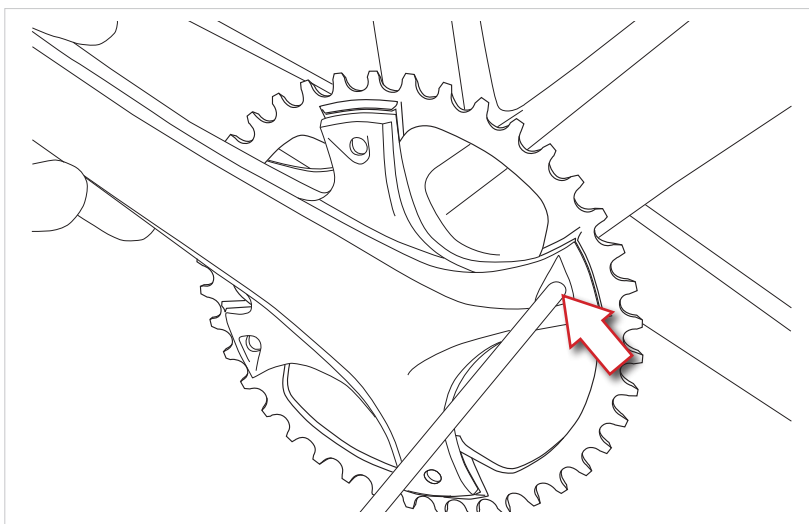

Abb.4
- **NUR FÜR EKAR:** Es ist auch möglich, die Schrauben von der Außenseite des Fahrrads zu erreichen, achten Sie jedoch darauf, die Oberfläche der Kettenradgarnitur nicht zu beschädigen und beachten Sie, dass die Drehrichtung des Schlüssels dann der normalen Richtung entgegengesetzt ist (**Abb.4**).